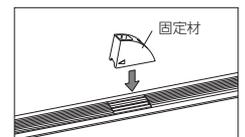
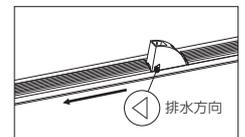

図5
図6
③ 側面に表記している「<」が流水下部（排水溝の方向）を指すようにして、取付け位置に押し込み、指圧で圧着してください。（図5・図6）